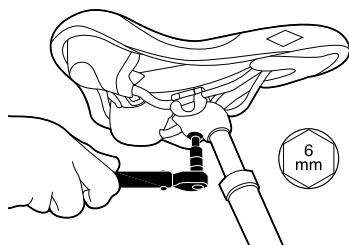

Abb. 8. Anziehen/Lösen der Klemmschraube
- 1.** Lösen Sie mit einem 6-mm-Inbusschlüssel die Schraube, mit der der Sattel an der Sattelstütze befestigt ist, bis der Sattel einfach bewegt werden kann, siehe Abb. 8.